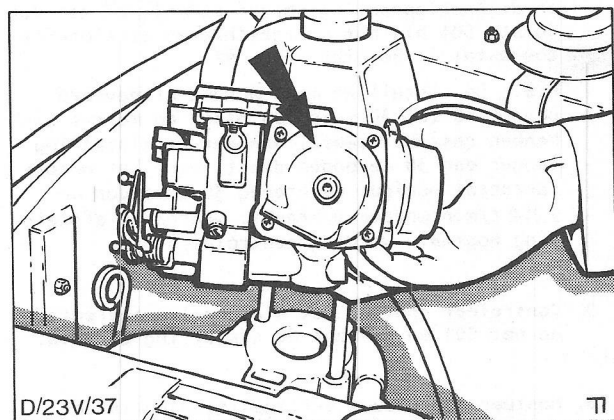

Fig. 44 Carburateur verwijderen.
9. Verwijder de twee bevestigingsmoeren en ringen en neem de carburateur weg; Fig. 44.